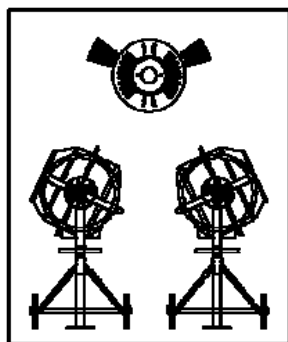

Fig.13
- Coloque el eje del tambor para la carga de mortero como se muestra en la Fig. 13.